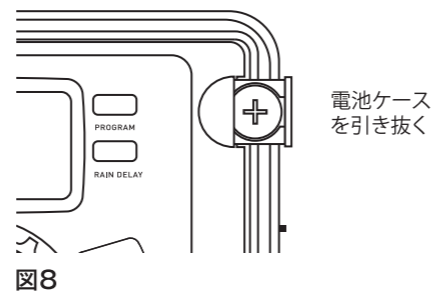

図8
- ・電池ケースをスライドさせ、古い電池を取り出す(図8)。